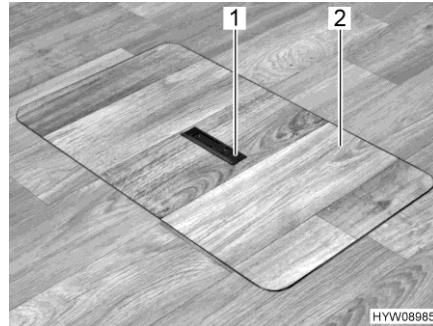
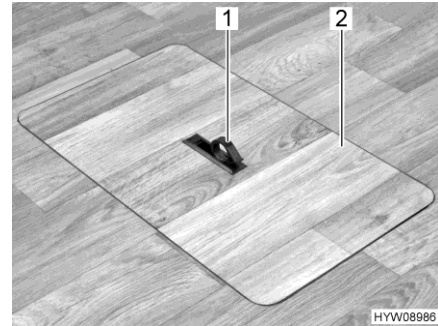

Fig. 88 Copertura vano pavimento
Fig. 89 Copertura vano pavimento
- Spingere la piastra di presa (Fig. 88,1) verso il basso da un lato. La maniglia (Fig. 89,1) viene ruotata verso l'alto.
- Alzare la copertura (Fig. 89,2).
- Collocare la copertura (Fig. 89,2) nell'intelaiatura presente sul fondo.